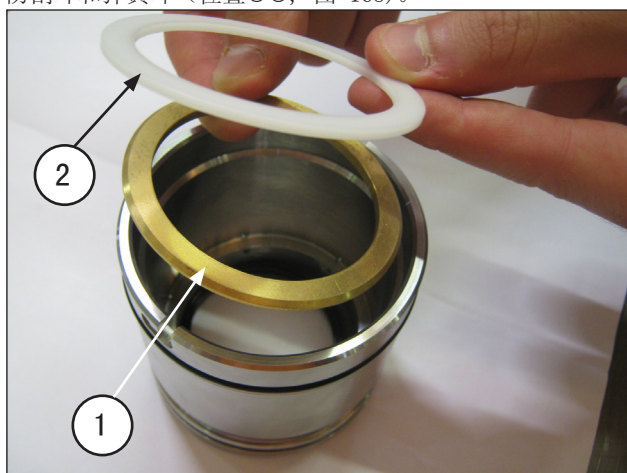

图 166
安装支撑环和防挤压环(位置①②, 图 166)、三个护垫(注意确保护垫(位置①, 图 167)相互之间成 120° 角)、护垫防刮环和弹簧环(位置①②, 图 168)。